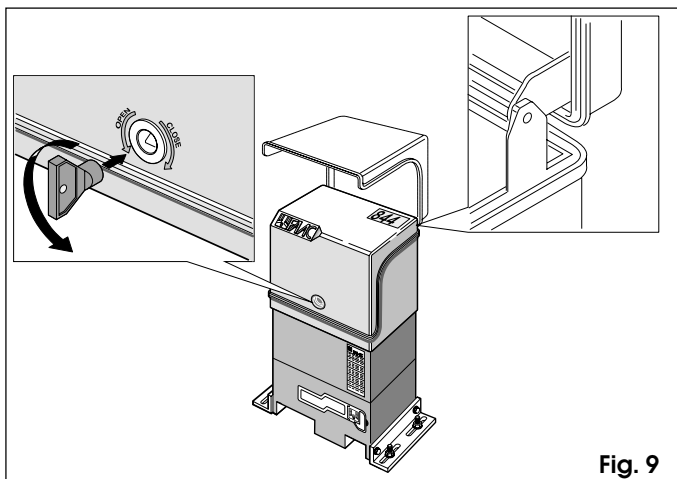

Fig. 9
- 2) Ouvrir le couvercle de l'opérateur avec la clé creuse mâle triangulaire fournie, conformément à la Fig. 9. Le couvercle reste sur sa position d'ouverture grâce à un système de blocage approprié.